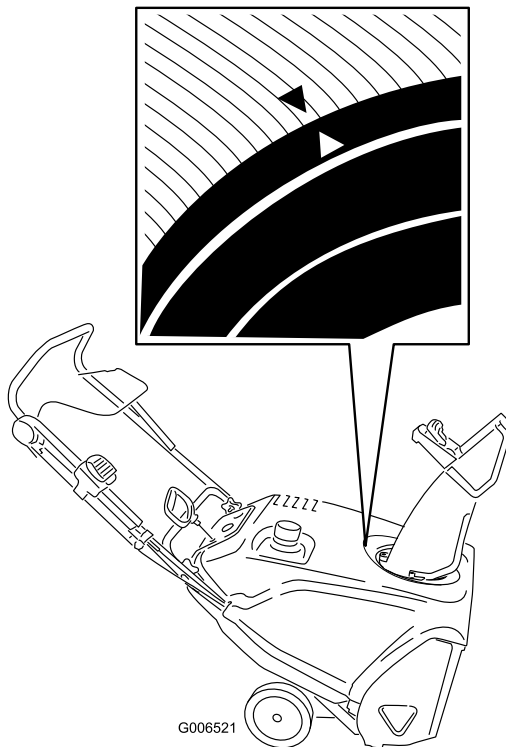

Bild 40
3. Drehen Sie den Auswurfkanal so, dass er nach vorne zeigt und der Pfeil hinten am Auswurfkanal mit dem Pfeil an der Abdeckung ausgerichtet ist (Bild 40).